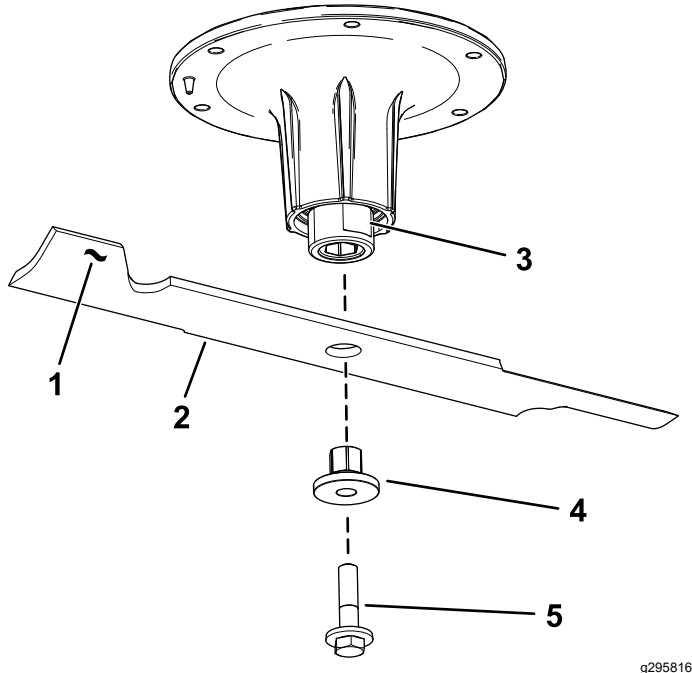

Figura 80
2. Retire el perno de la cuchilla, el casquillo y la cuchilla del eje (Figura 80).